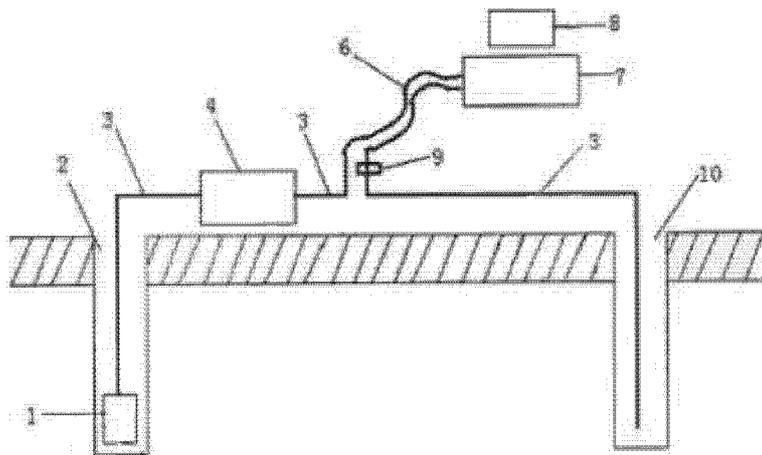

图 2
权利要求书1页 说明书3页 附图2页
- [0012] 图 2 为本实用新型的水路原理图；
[0021] 结合附图 2 说一下水空调整个工作流程的水路部分：先是抽水泵 1 经过水管 2 与地面上的气压泵 4 相连，气压泵 4 再经水管 2 流进屋内的软水管 6，再经过软水管 6 把水压到水空调的弯曲水管做的水空调水箱 7 里面，水空调水箱 7 的散热器向外散冷气，在水空调水箱 7 散热器后面按上一个电风扇 8，以增加制冷效果，水从出水管流出，在出水口按装一个控水流量的控水开关 9，以便根据需求控制水流，最后流入另一口井 10。